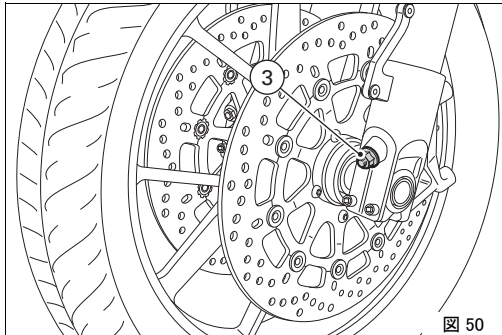

図 50
- 3) 油圧ブレーキのコンプレッションダンピング調整 (図 50)
油圧ブレーキのコンプレッションダンピングを調整するには、マイナスドライバーでフォークボトムエンド後部にあるアジャスター (3、図 50) を回します。